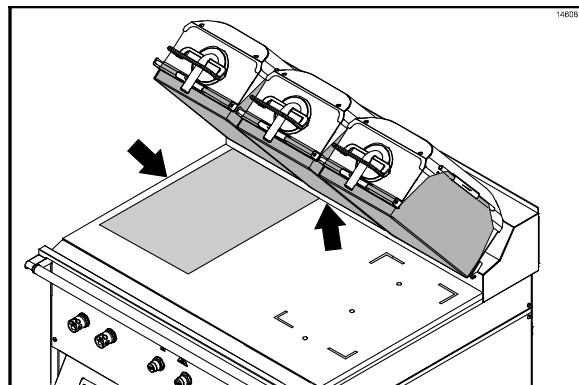

Figura 74
49. Com o lado menor da folha antiaderente inferior voltado para a parte posterior do grill, posicione a folha a aproximadamente 2,5 cm da extremidade de cada lado. Alinhe a borda traseira da folha com a proteção contra respingos e a borda lateral do grill. (Veja a Figura 74.)